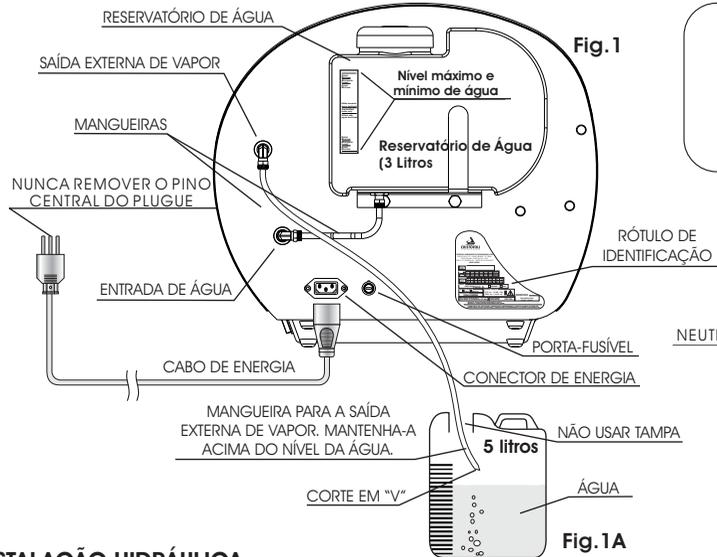

Fig. 1
As duas válvulas solenóides estão ligadas à saída de vapor. O reservatório deve ser encaixado no suporte da parte posterior da autoclave e reabastecido manualmente pelo usuário sempre que a água atingir o nível mínimo indicado (Fig. 1). A mangueira proveniente da saída externa de vapor deve ser colocada dentro de um recipiente sem tampa posicionado 40 cm abaixo do nível da autoclave com água comum para a despressurização (Fig. 1A), neste caso, a mangueira deve estar **acima do nível da água** com um corte em "V" na sua extremidade, ou conectada a uma tubulação de esgoto que suporte a temperatura de 100°C. As mangueiras também devem ser inspecionadas anualmente para a verificação de suas condições gerais e possíveis obstruções.
- 2► **RESERVATÓRIO DE ÁGUA** - Recipiente plástico com capacidade para 3 litros. O reservatório tem como função abastecer a câmara com aproximadamente 250 ml de água antes de cada ciclo de esterilização (Fig. 1).
- 11► **ENTRADA DE ÁGUA** - Localizada na parte posterior inferior da autoclave, serve para a conexão do reservatório de água à câmara da autoclave. É através dessa conexão que o reservatório fornece a quantidade necessária de água (aproximadamente 250 ml) no início de cada ciclo (Fig.1, pág. 8). Consulte "*Instruções de Instalação*" tópico "*Instalação Hidráulica*" (Pág.8).
- ATENÇÃO!** Ao colocar os materiais na autoclave, tome sempre cuidado para não encostá-los nos orifícios internos, isso ocasionará interferência no ciclo. Consulte item 6.4 (Pág.20).
- 12► **SAÍDA EXTERNA DE VAPOR** - Localizada na parte posterior superior da autoclave (Fig.1, pág. 8). É onde é conectada a mangueira para a liberação do vapor ao final do ciclo, que por sua vez é ligada à tubulação de esgoto ou a um recipiente com água, próprio para a despressurização (Fig.1, pág. 8). Consulte "*Instruções de Instalação*" tópico "*Instalação Hidráulica*" (Pág. 8).
- 16► **RESERVATÓRIO DE ÁGUA** - Usado para armazenar a **água destilada** necessária para o processo de esterilização (Fig. 1, pág. 8).
- 17► **CABO DE ENERGIA** - Usado para conectar o equipamento à rede elétrica, (Fig.1, pág. 8).
- 18► **MANGUEIRAS** - São fornecidas 2 mangueiras de poliamida, uma com 87 cm de comprimento para a saída de vapor e outra com 13 cm para a conexão do reservatório à entrada de água da autoclave, (Fig. 1, pág. 8).